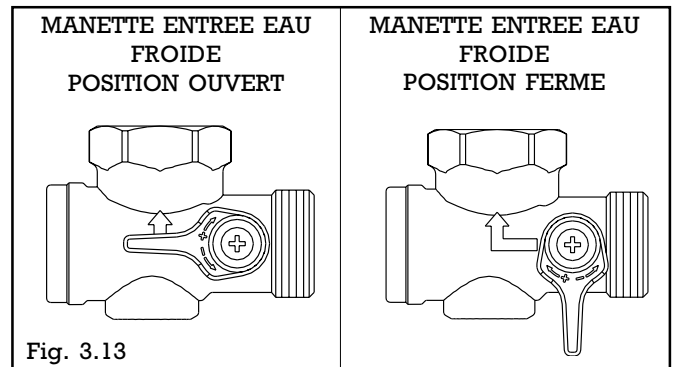

Fig. 3.13
- manœuvrer la manette "entrée eau froide" placée sur le groupe de sécurité sanitaire (fig. 3.13) de façon à remplir le ballon
- laisser la manette "entrée eau froide" en position ouvert (fig. 3.13)